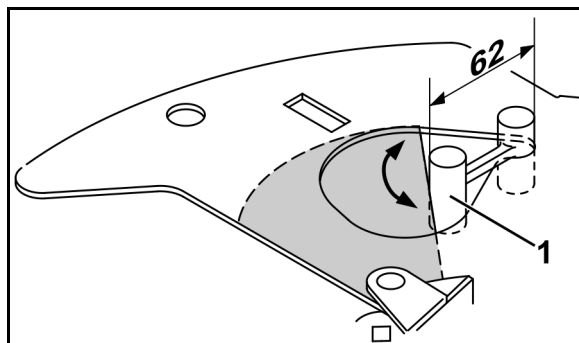

Fig. 8
2. Introduceți un capăt al calibrului de reglare (Fig. 8/1) în bosajul deschiderii de trecere.